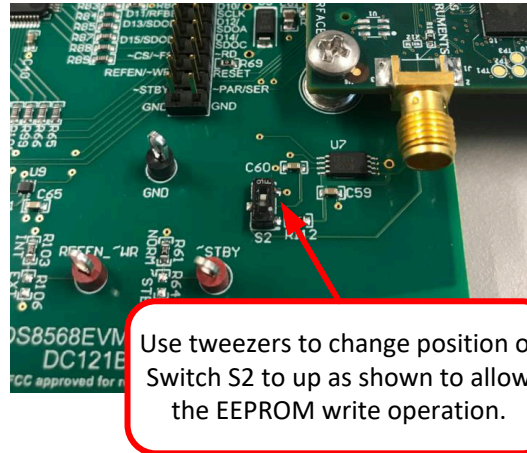

图 7-1. 启用 EEPROM 进行写入
2. 启用 EEPROM 进行写入。此过程通过使用镊子将开关 S2 切换到顶部位置来完成。相关详细信息，请参阅图 7-1。